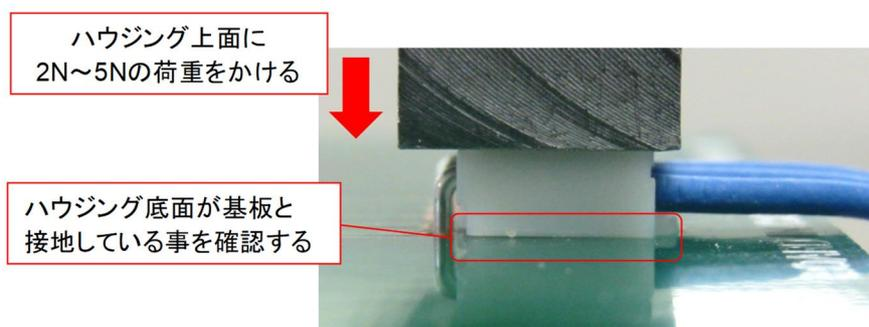

図.25 押さえ荷重
- ・実装時にはハウジング上面に 2N～5N の荷重をかけた状態(図 25 参照)でハウジング底面が基板と接地している事を確認し、実装する事を推奨致します。ただし、実装のはんだ付け性能は基板の大きさや搭載部品の配置等に影響される為、はんだ付け性が悪い場合は、適正条件のご検討をお願い致します。